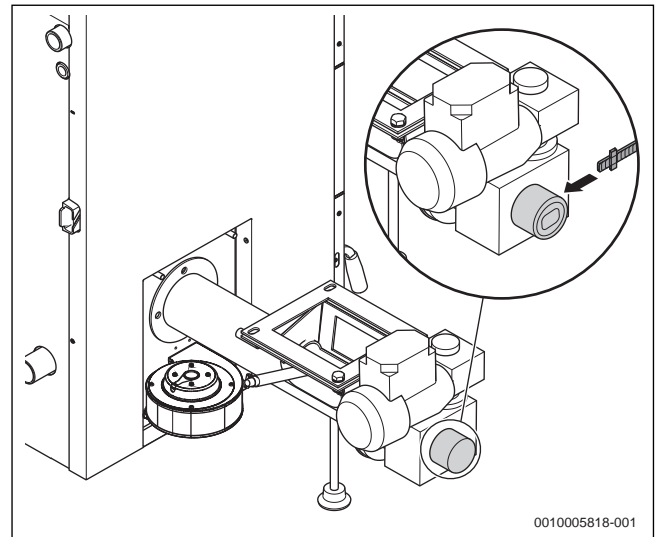

Рис. 34 Подключение датчика шнека
- Датчик температуры шнека — установите в корпусе шнека (→ рис. 34, стр. 23).